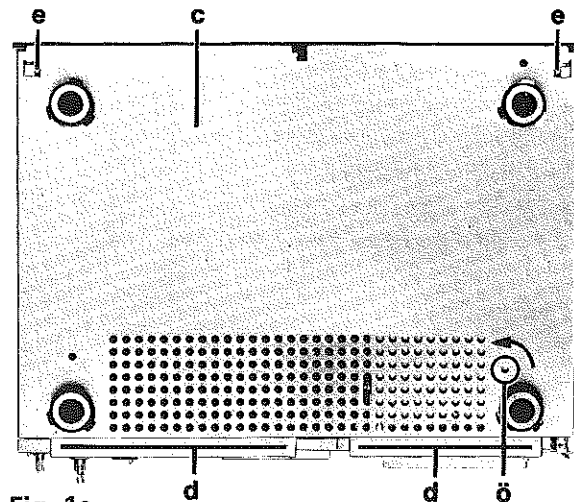

Fig. 1c
2. Démontage du fond (Fig. 1c)
Pour le remontage, enfiler d'abord le câble secteur 40. Les languettes d sur l'avant de la plaque de fond c doivent se glisser sous la façade 1. Les crochets arrière e doivent s'encaster dans le châssis (Fig. 1c).